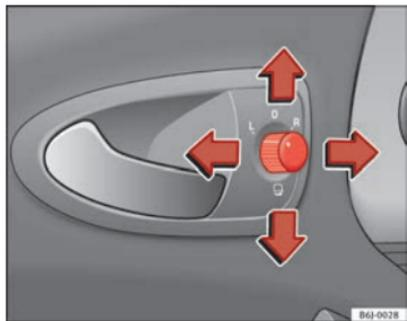

Abb. 70 Drehknopf für Außenspiegeleinstellung
1. Drehen Sie den Drehknopf \Rightarrow Abb. 70 zunächst in Stellung **L** (**linker Außenspiegel**).
- Drehen Sie den Drehknopf \Rightarrow Abb. 70 in Stellung \square , um die Außenspiegel anzuklappen. Sie sollten die Außenspiegel immer anklappen, wenn Sie eine automatische Waschanlage durchfahren, um Beschädigungen zu vermeiden.